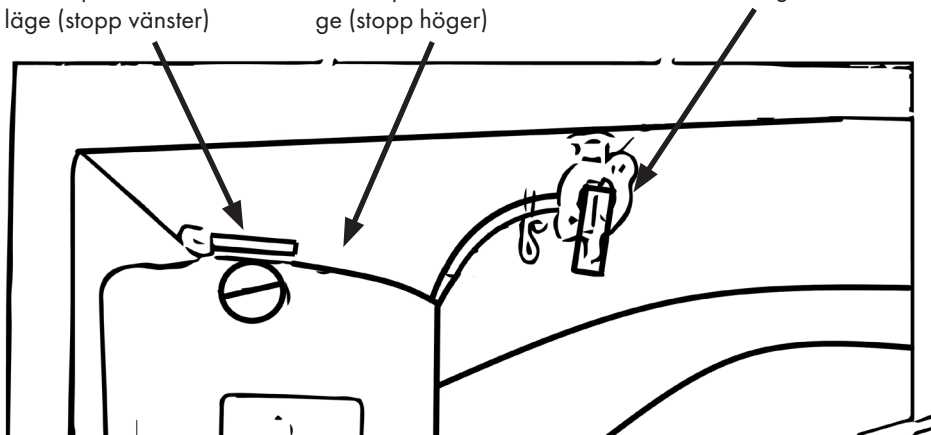

Bild 13
- Öppna bränslekranen. Se även bild 13. (Handtaget på kranen pekar nedåt)